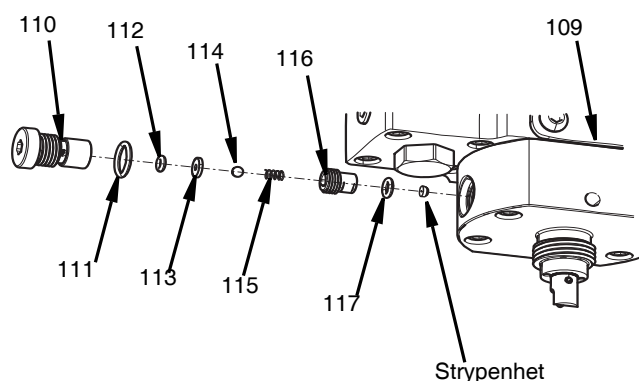

FIG. 30
2. Ta bort backventilhuset (110) med en 5 mm insexnyckel.
3. Ta bort stryphenheten och O-ringen (117) från backventilens och munstyckesöppningen (109).
4. Skruva loss backventilhållaren (107) från backventilhuset (110) med en 6 mm skiftnyckel (1/4 tum) och 5 mm insexnyckel.
5. Ta bort backkulan (114), kompfjäders (115), ventilsåtet (113) och O-ringspackningen (112) från backventilhuset (110). Se FIG. 30.